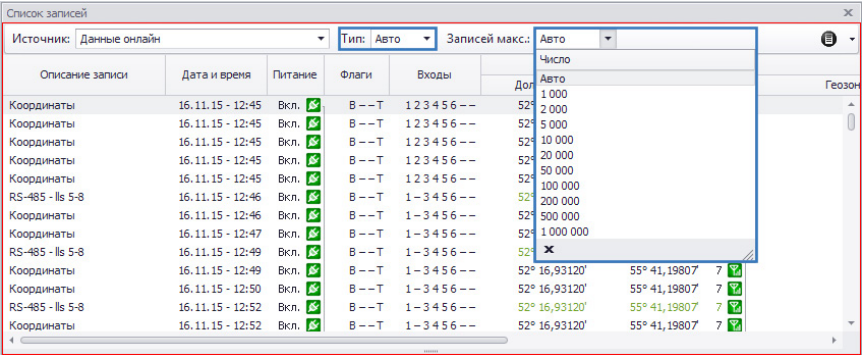

Рис.323. Источник данных – Данные онлайн.
- **Данные онлайн** – источником данных является База данных, установленная в схеме. Данная опция полезна, когда в схеме установлено несколько Баз данных. При выборе данного источника пользователь может также выбрать тип Базы данных и максимальное количество записей для просмотра (Рис.323). При выборе настройки «Авто» в поле «Записей макс.» расчет онлайн данных будет произведен согласно настройкам, заданным для онлайн расчета, а не по количеству записей. Подробнее о настройке онлайн расчета см. раздел «Онлайн и оффлайн данные».